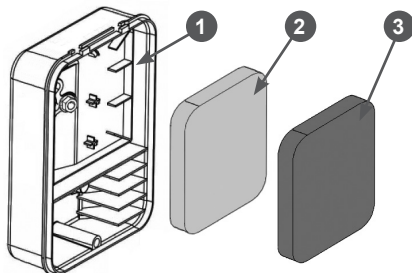

Рис. 16. Обслуживание воздушного фильтра
2. Извлеките из корпуса 1 фильтрующие элементы 2 и 3 (Рис. 16).